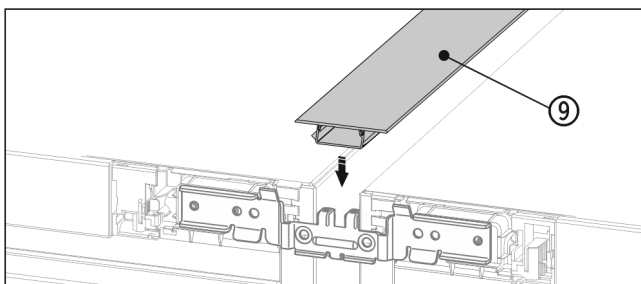

Fig. 21
- ▶ Tryk den korte afdækningsliste Fig. 21 (9) ind i den vandrette spalte på oversiden.